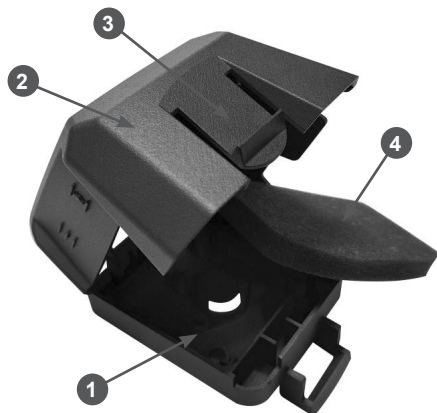

Рис. 14 Конструкция воздушного фильтра
1. Нажмите на защелку и откройте крышку воздушного фильтра (Рис. 14).
- Очистите от загрязнений крышку и опору 5 воздушного фильтра (Рис. 14).